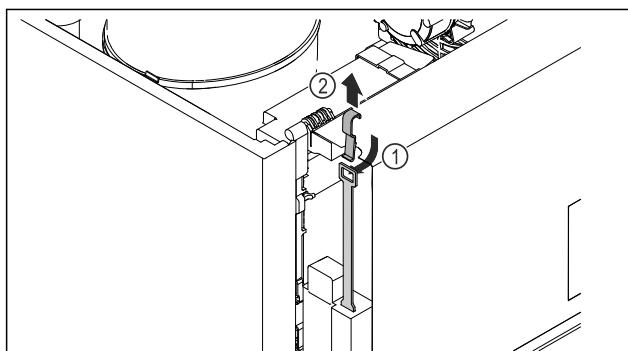

Fig. 244
- Вставьте ключ аварийной разблокировки сверху Fig. 244 (1), сцепите его с замком и потяните вверх Fig. 244 (2).